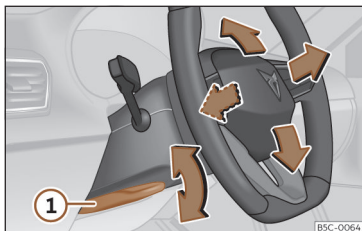

Fig. 94 Levier sur la partie inférieure latérale de la colonne de direction.
- Tirez le levier >>> **fig. 94 ①** vers le bas, déplacez le volant jusqu'à la position souhaitée et relevez le levier en position de verrouillage.
- Après avoir réglé la colonne de direction, poussez fermement le levier >>> **fig. 94 ①** vers le haut pour que le volant ne change pas de position accidentellement en cours de route.